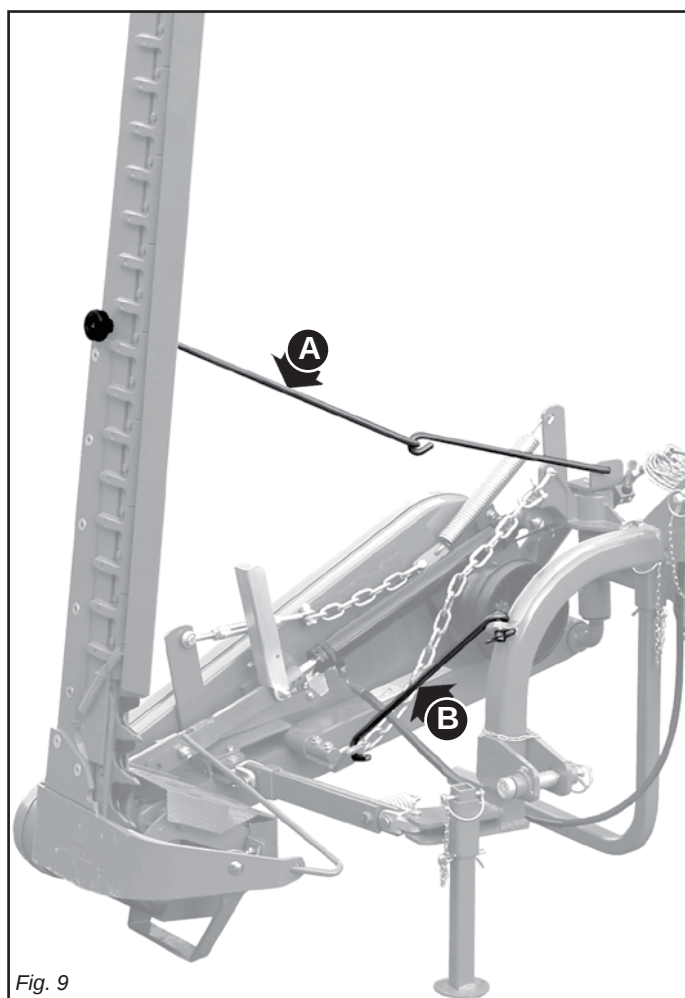

Fig. 9
- 34) Pentru operația de transport, reglați și fixați lanțurile brațelor laterale de ridicare ale tractorului; ridicați bara cositoare; asigurați-o cu tirantul de prindere (A, Fig. 9); introduceți cârligul de siguranță (B, Fig. 9); acoperiți lamele de tăiere și frâna externă cu protecțiile adecvate; ridicați utilajul; puneți în poziție de blocare maneta de comandă a elevatorului hidraulic.